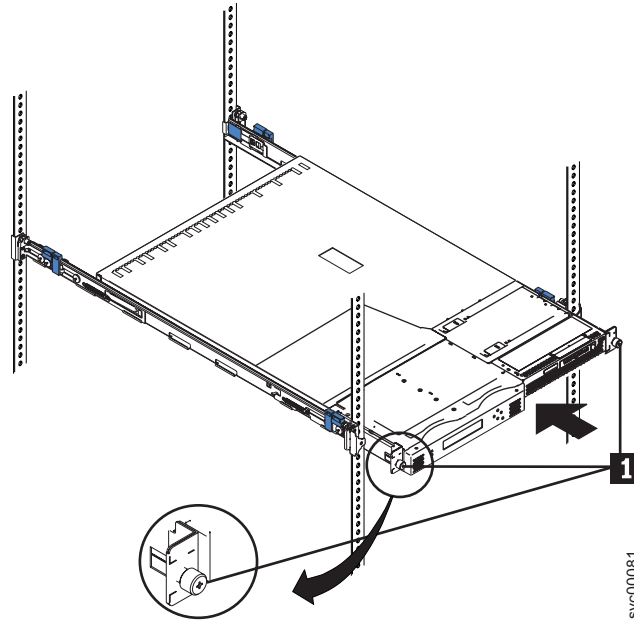

図 41. ラックへの SAN ボリューム・コントローラー 2145-4F2 の取り付け
3. 2 つの拘束つまみねじを完全に締めます? (図 41 の **1**)。